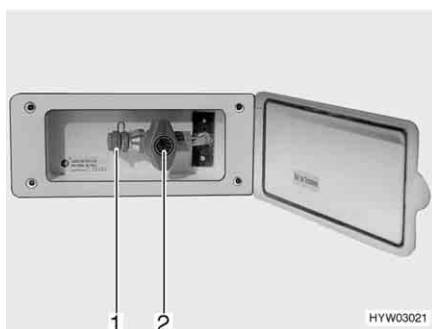

Fig. 62 Presa gas esterna, rubinetto di arresto del gas chiuso
La presa gas esterna si trova (Fig. 62) sul lato anteriore destro vicino al vano portabombole.
- Collegare l'apparecchio a gas esterno all'attacco (Fig. 62,1).
- Aprire il rubinetto di arresto del gas (Fig. 62,2).